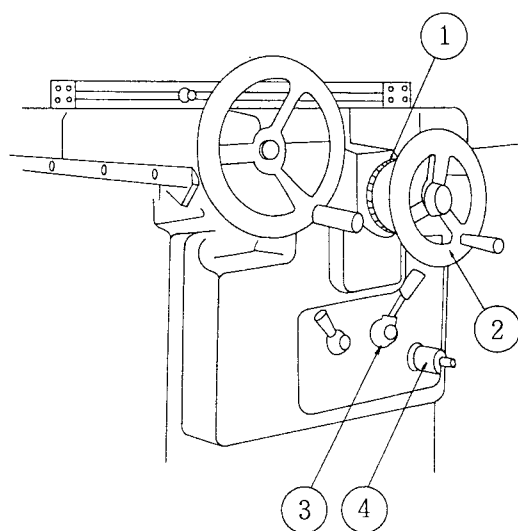

図1-8
(4) サドル前後送り (図1-8)
- ① 前後送りダイヤル
- ② サドル前後送りハンドル
- ③ サドル前後送り切換レバー
- ・4 (1) ② 参照
- ④ ステップ送り量調節ノブ
- ・4 (1) ③ 参照